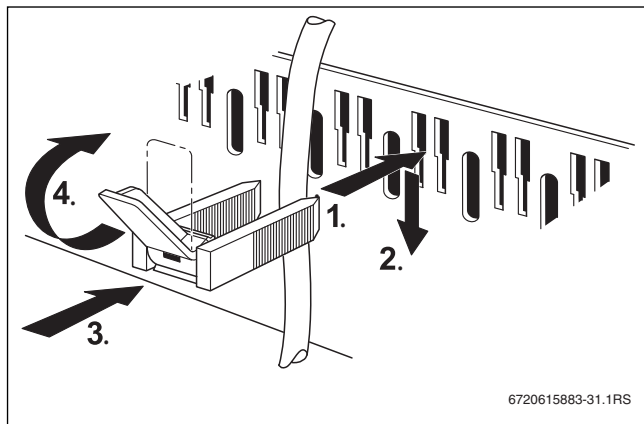

Рис. 27 Крепление провода хомутом
- Вставьте хомут с проводом сверху в прорезь рамки (→ рис. 27, стр. 28).